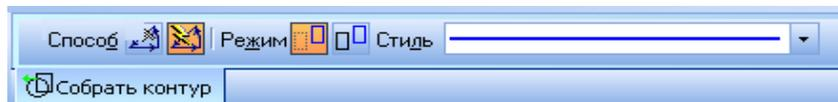

Рисунок 21. Элементы управления команды «Собрать контур».
4. В группе *Режим* на панели свойств щелкните на кнопке: *Удалять исходные объекты* (рис. 21).